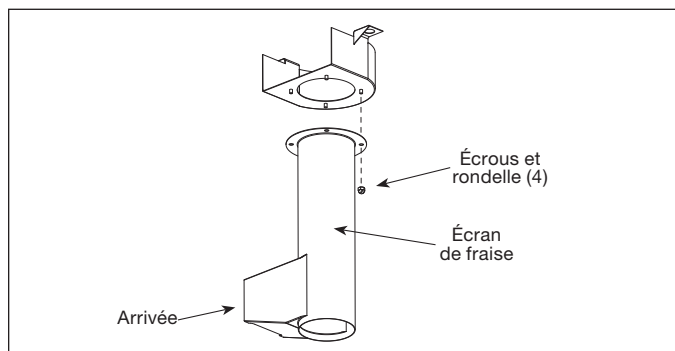

Figure 16.
- E. Retirez les quatre écrous et rondelles retenant la partie supérieure de l'écran de fraise sur la partie inférieure (voir la figure 16).